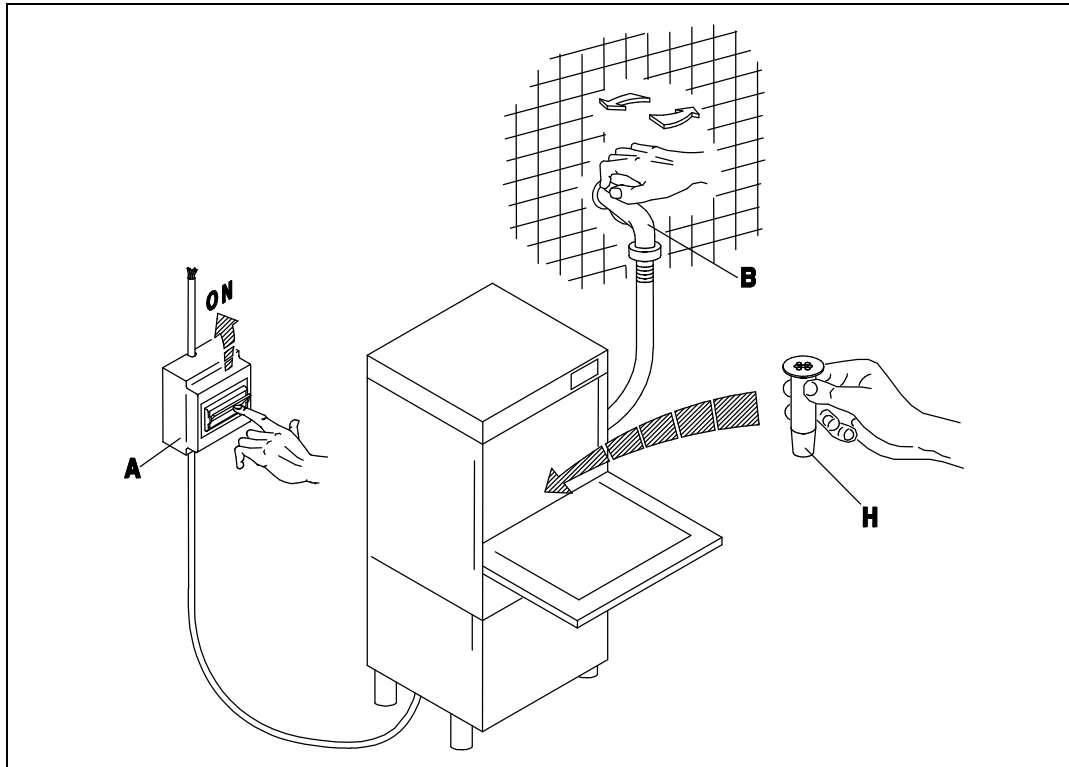

Fig. 3-1
- Aprire il rubinetto dell'acqua (B), inserire l'interruttore generale (A). Attivare l'interruttore principale dell'apparecchio (1), ne conseguirà l'accensione della spia (A) evidenziando che la macchina è sotto posta a tensione. A porta chiusa l'apparecchio si riempie d'acqua e alla fine del carico, si inseriscono automaticamente le resistenze della vasca e del boiler in alternanza. Il funzionamento delle resistenze è reso visibile dall'accensione delle spie (D) ed (E). Quando entrambe le spie si spengono l'acqua avrà raggiunto le temperature impostate e l'apparecchio sarà pronto per iniziare il lavaggio. (fig. 3-1÷3-2)
- Turn on the water tap (B) and switch on the master switch (A). Turn the appliance ON switch (1), which will cause the warning light (A) to illuminate, indicating that the machine is live. When the door is closed the appliance fills with water. When it is full, the tub and boiler heating elements come on automatically in alternation. When the elements are activated, the warning lights (D) and (E) are illuminated. When both warning lights go out the water has reached the set temperature and the appliance is ready to begin the washing cycle. (fig. 3-1÷3-2)
- Öffnen Sie den Wasserhahn (B) und betätigen Sie den Hauptschalter (A). Beim Betätigen des Hauptschalters (1) am Geschirrspüler wird die Anzeige (A) aufleuchten, an der Sie erkennen können, daß die Maschine unter Spannung steht. Bei geschlossener Tür läuft Wasser in die Maschine; ist die nötige Wassermenge einmal erreicht, so schalten die Widerstände des Spülbehälter und des Boilers automatisch eines nach dem anderen, ein. Der Betrieb der Widerstände wird durch das Aufleuchten der Anzeigen (D) und (E) erkennbar. Beide Leuchtanzeigen erlöschen, wenn das Wasser eine vorbestimmte Temperatur erreicht hat, d. h. wenn die Maschine betriebsbereit ist. (fig. 3-1÷3-2)
- Ouvrir le robinet (B) et insérer l'interrupteur général (A). Ouvrir l'interrupteur principal de l'appareil (1), le voyant (A) s'allumera ce qui signifie que la machine est branchée. L'appareil se remplit d'eau avec porte fermée et à la fin du chargement les éléments chauffants de la cuve et du boiler entrent automatiquement en action en alternance. Les voyants (D) et (E) s'allument quand les éléments chauffants fonctionnent. Les deux voyants s'éteignent dès que l'eau a atteint la température programmée et l'appareil est prêt pour commencer le lavage. (fig. 3-1÷3-2)
- Abrir el grifo del agua (B), conectar el interruptor general (A). Activar el interruptor principal del aparato (1); el encendido de la luz testigo (A) indica que la máquina está en tensión. Con puerta cerrada el aparato se llena de agua y cuando la carga esté terminada se conectarán automáticamente las resistencias del tanque y de la caldera en la alternación. El funcionamiento de las resistencias es señalado por el encendido de las luces indicadoras (D) y (E). Cuando ambas luces se apaguen, el agua habrá alcanzado la temperatura programada y el aparato estará listo para empezar el lavado. (fig. 3-1÷3-2)
- Abrir a torneira de água (B), acionar o interruptor geral (A). Acionar o interruptor principal do aparelho (1), a luz (A) se acende evidenciando que a máquina esta sob tensão. Uma vez fechada a porta se enche de água e no final, as resistencias do cuba e do boiler começam a funcionar automaticamente na alternação. As luzes (D) e (E) indicam o funcionamento das duas resistencias. Quando ambas se apagarem é porque a temperatura alcançou seu nível desejado e a máquina estará pronta para iniciar a lavagem. (fig. 3-1÷3-2)
- Draai de waterkraan (B) open en schakel de hoofdschakelaar (A) in. Schakel de hoofdschakelaar van het apparaat (1) in waarna het lampje (A) gaat branden waaruit blijkt dat de machine onder stroom staat. Als de deur dichtgedaan wordt, loopt het apparaat vol met water en na afloop van het vollopen worden de verwarmingselementen van de kuip en van de boiler automatisch ingeschakeld in de afwisseling. De werking van de verwarmingselementen blijkt uit het feit dat de lampjes (D) en (E) gaan branden. Als allebei de lampjes uitgaan dan heeft het water de ingestelde temperatuur bereikt en is het apparaat klaar om met het afwasprogramma te beginnen. (Afb. 3-1 - 3-2)
- A riempimento avvenuto, aprire la porta (I) e introdurre il detersivo (ca. 2 gr. per litro di capacità della vasca). Inserire il cesto (L) carico e chiudere la porta (I). Selezionare il ciclo di lavaggio inserendo il pulsante (4) (ciclo breve (II) tasto premuto ÷ ciclo lungo (I) tasto rilasciato). A questo punto premere il pulsante START (3) (almeno per 2 secondi) e avrà inizio il ciclo di lavoro visualizzato dalla lampada spia (C): la fine del ciclo coincide con lo spegnimento di questa spia. Per spegnere la macchina si dovrà disinserire l'interruttore (1) portandolo nella posizione (0) spia (A) spenta. (Fig.3-1÷3-3).
- Lorsque le remplissage est terminé, ouvrir la porte (I) et verser le détergant (environ 2 g pour chaque litre remplissant la cuve). Introduire le panier (L) plein et fermer la porte (I). Sélectionner ensuite le cycle de lavage en actionnant le bouton-poussoir (4) (cycle court (II) touche enfoncée ÷ cycle long (I) touche relâchée). A ce stade, presser le bouton-poussoir START (3) (au moins 2 secondes) et le cycle de fonctionnement commencera, visualisé par la lampe-témoin (C). La fin du cycle coïncide avec l'extinction de ce voyant. Pour arrêter la machine, il faudra débrancher l'interrupteur (1) en le ramenant sur la position (0): lampe-témoin (A). (Fig.3-1÷3-3).
- Después del llenado, abra la puerta (I) y vierta el detergente (2 gramos aproximadamente por litro de capacidad de la cuba). Introduzca el cesto (L) carga y cierre la puerta (I). Seleccione el ciclo de lavado por medio del selector (4) (ciclo breve (II) tecla pulsada ÷ ciclo largo (I) tecla soltada). Pulse ahora START (3) (al menos durante 2 segundos) para arrancar el ciclo de trabajo: se enciende la luz testigo (C), que se apagará al final del ciclo. Para apagar la máquina desconecte el interruptor (1) posición 0, luz testigo (A) apagada. (Fig.3-1÷3-3).
- Doe na het vollopen de deur open (I) en doe er afwasmiddel in (ongeveer 2 g per liter inhoudscapaciteit van de kuip). Doe de beladen korf (L) erin en doe de deur (I) dicht. Stel het afwasprogramma in door op de knop (4) te drukken (kort programma (II) toets ingedrukt – lang programma (I) toets losgelaten). Druk nu op de START knop (3) waarna (minstens 2 seconden) het afwasprogramma zal beginnen dat aangegeven wordt door het controlelampje (C): het einde van het programma valt samen met het uitgaan van dit lampje. Om de machine uit te schakelen moet u de schakelaar (1) uitschakelen door hem op de stand (0) te zetten, lampje (A) uit (Afb. 3-1 ÷ 3-3).